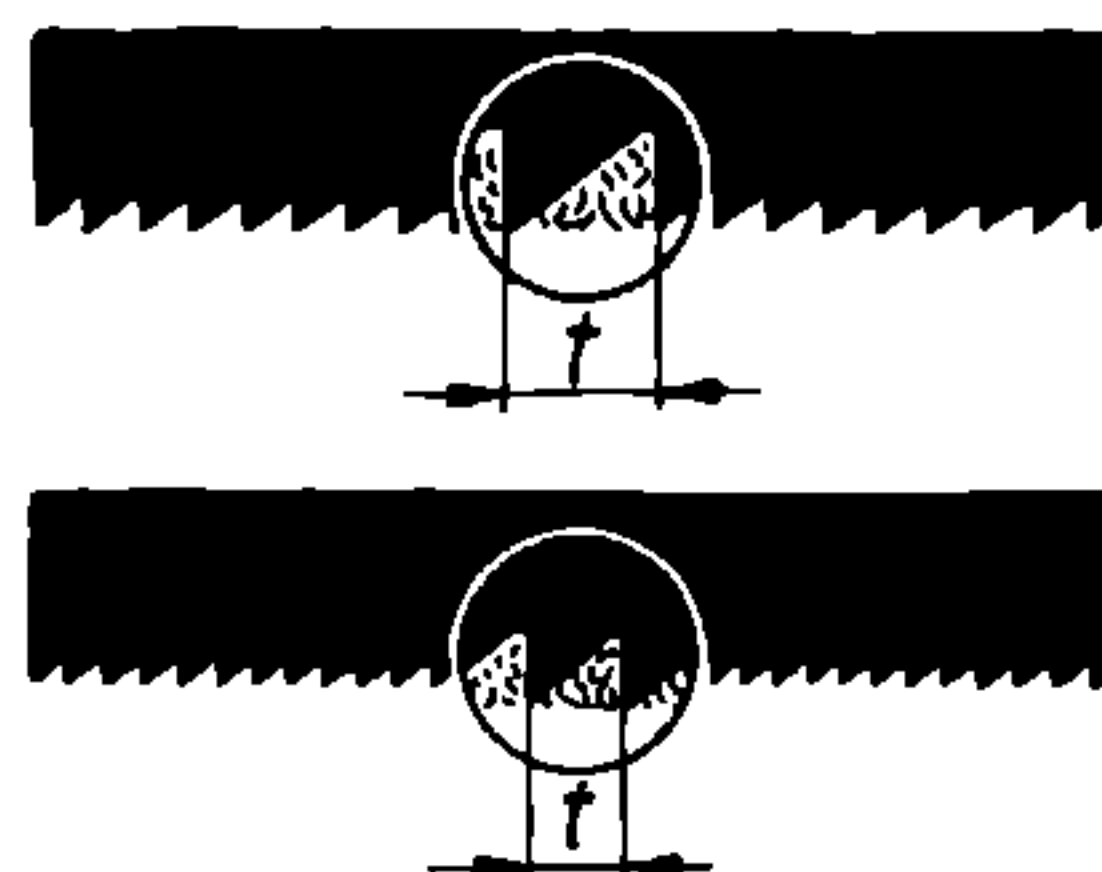

Bild 5 Unterschiedliche Teilung ergibt unterschiedliche Spanräume
2. Zeichne die in Bild 5 abgebildeten Zahnteilungen heraus und trage in eine Übersicht ein, welche Werkstoffe mit den einzelnen Sägeblättern gesägt werden!